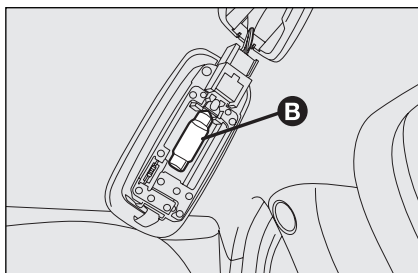

Рис. 41
- замените лампу **B**, **рис. 41**, вынув ее из боковых контактов и убедившись, что новая лампа надежно закреплена между контактами.